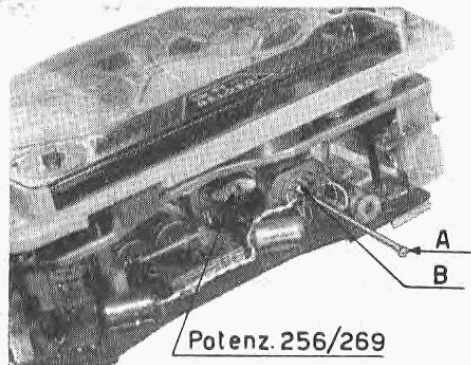

Fig. 7
Per togliere la 12AX7 dal suo zoccolo è necessario avvitarlo nel foro filettato B al centro dello zoccolo stesso una delle lunghe viti A di fissaggio del fondo del mobiletto, fino a produrre l'espulsione della valvola dalla sua sede. L'operazione richiede le ovvie precauzioni per evitare la libera caduta della valvola, dopo che essa sarà disimpegnata dallo zoccolo (fig. 7).
- staccare il filo rosso dalla piccola spina della testina magnetica (320) ed inserirvi in serie un amperometro a termocoppia della portata di circa 0,5 amp. fondo scala;
- regolare la resistenza semifissa (269) a mezzo di un piccolo cacciavite, fino ad ottenere una corrente di 0,28 A (fig. 7);